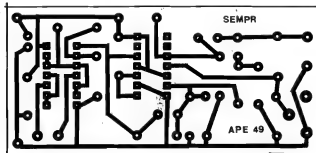

Fig.2
- FIG. 2 - LAY OUT DO CIRCUITO IMPRESSO ESPECÍFICO - O padrão cobreado de ilhas e pistas, necessário à interligação dos componentes do SEMPR sobre sua placa de fenolite, encontra-se na figura em tamanho natural (escala 1:1), podendo então ser copiado diretamente para a confecção... Os "vetegãos" já estão "carecas" de saber, mas os eventuais "começantes" precisam ser avisados: as partes negras, no desenho, correspondem às áreas que **restarão** cobreadas após a corrosão, enquanto que as áreas brancas referem-se às partes que ficarão livres do cobre... Isso quer dizer que, após obter uma placa de fenolite virgem, nas dimensões indicadas, o padrão da fig. 2 deve ser cuidadosamente "carbonado" sobre a sua face cobreada, seguindo-se o processo de